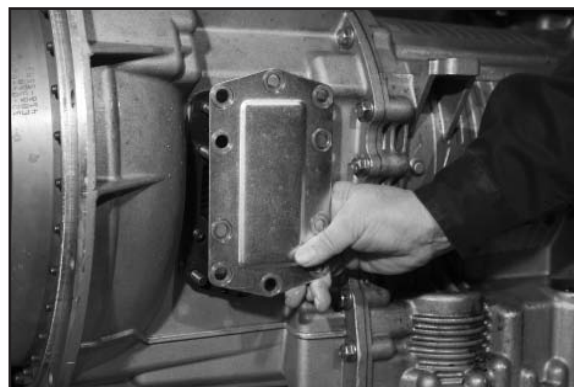

Abb. 6
6. Die Schrauben der Nebenantriebs-Seitenplatte mit einem 15-mm-Steckschlüssel entfernen und die Platte abnehmen (**Abb. 6**).